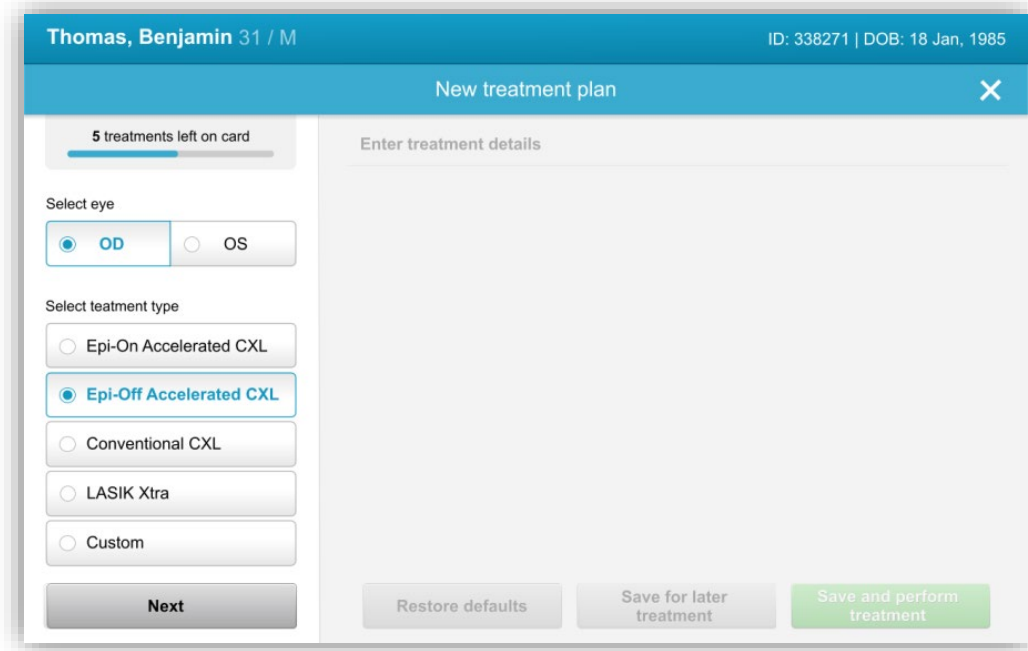

Figura 3-6. Seleccione el tipo de tratamiento
- El sistema está preprogramado con cinco planes de tratamiento predefinidos, tal como se muestra en la figura 3-6: